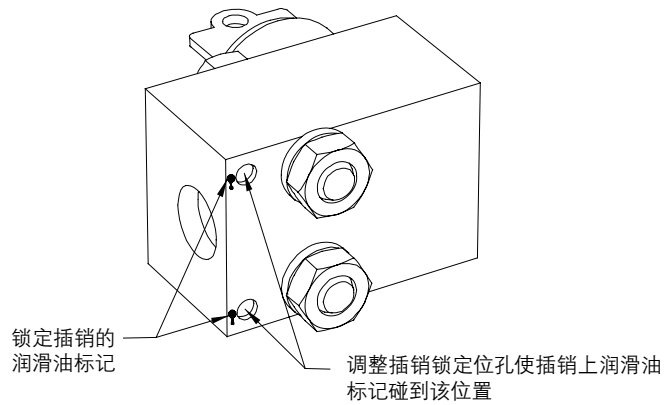

图 4.1 - 安装到门上的锁定插销组合件
3. 打开机柜的门, 检查钥匙组件。在锁定插销的插销上涂上可清晰看到的润滑剂。厂家建议使用黄色扭矩密封剂, 但如果没有该产品, 可选用另一种润滑剂。(请参见图 4.1)
4. 栓紧机柜门, 使锁定插销对应件的插销与锁定插销组件接触。这样操作后, 应在插销接触的组件上留下扭矩密封剂或润滑油的两个标记(请参见图 4.1 - 锁定插销组件)。